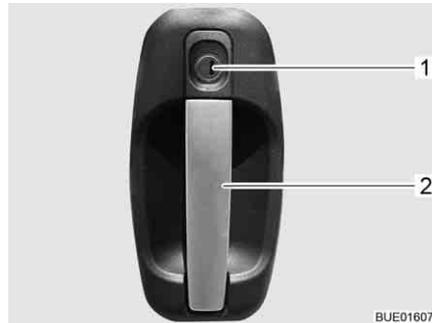

Fig. 57 Fechadura da porta de entrada, lado de fora
- Meta a chave no canhão da fechadura (Fig. 57,1) e gire até a fechadura da porta estar destrancada.
- Puxe o manípulo da porta (Fig. 57,2). A porta está aberta.
- Meta a chave no canhão da fechadura (Fig. 57,1) e gire até a fechadura da porta estar trancada.